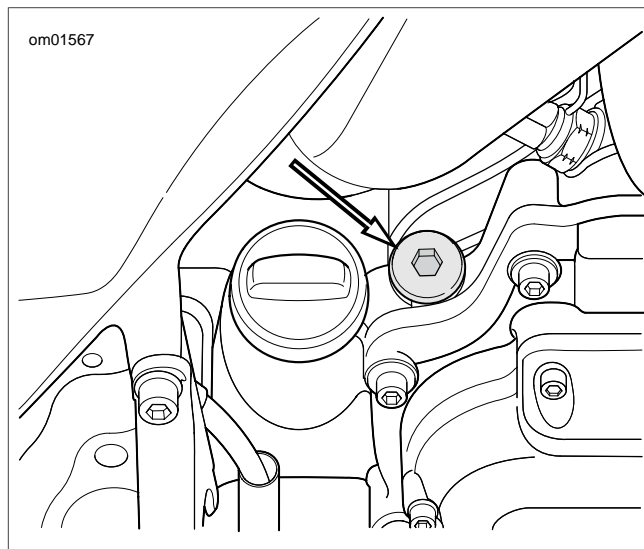

Figure 1-11. Emplacement de la jauge de transmission
- Voir Figure 1-11. Retirer la jauge de lubrifiant de transmission. Essuyer la jauge.
- Voir Figure 1-11. Retirer le bouchon de remplissage/jauge de la transmission.